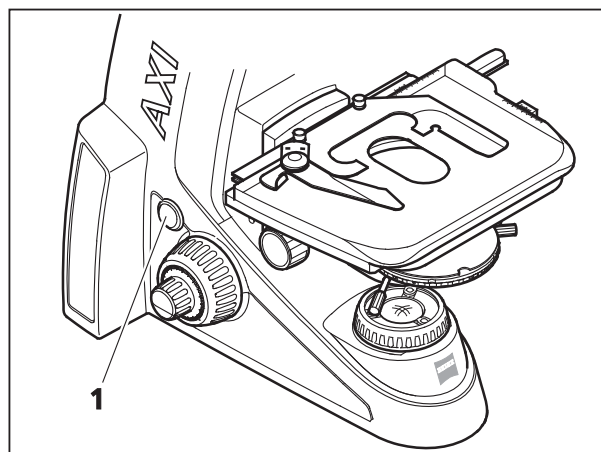

Fig. 3-30 Interrupteur marche/arrêt sur le côté gauche du microscope
- Mettez le microscope sous tension / hors tension avec l'interrupteur marche / arrêt (Fig. 3-30/1).